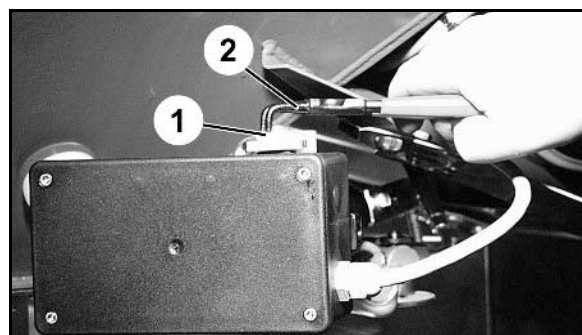

Fig. 12
1. Fjern begge de to låseklipsene (Fig. 12/1) med spesialtang (Fig. 12/2).